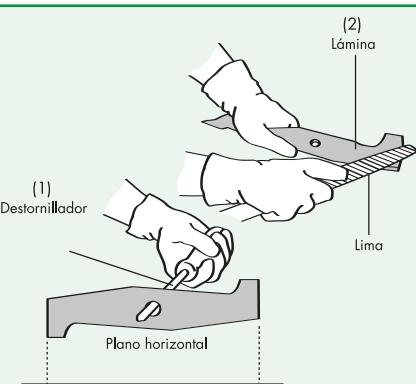

Figura 8
5. Asegúrese de que la lámina esté balanceada. Utilice un destornillador y mantenga la lámina paralela al plano horizontal, como muestra la Figura 8. Una lámina que está balanceada va a quedar paralela al piso, caso contrario, el lado pesado va a girar en dirección al piso. Afíle el lado pesado hasta que la lámina quede equilibrada.